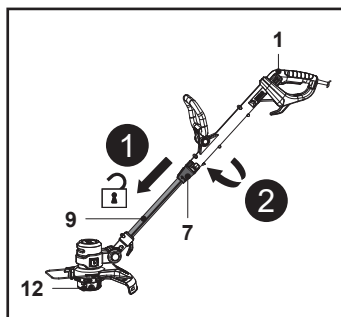

Rys. 7
1. Poluzować tuleję blokującą (8), obracając ją w prawo (rys. 7, krok 1).
2. Wyciągnąć dolną część wysięgnika (9) lub ścisnąć ją, aby uzyskać żądaną długość (rys. 7, krok 2).
3. Dokręcić tuleję blokującą (8) w lewo (rys. 7, krok 3).